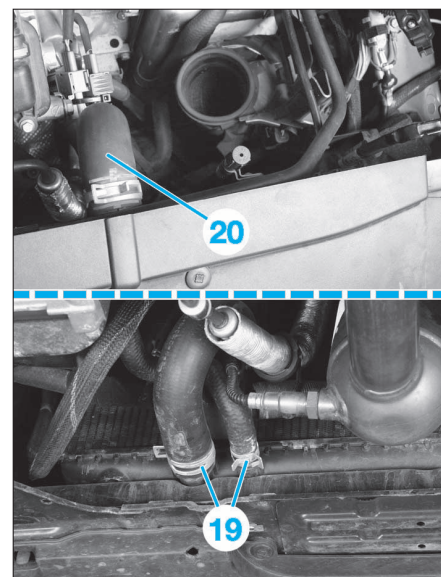

FIG. 99
- les 2 supports de radiateur (18).
- les durits de radiateur (19) et (20) (Fig.99).